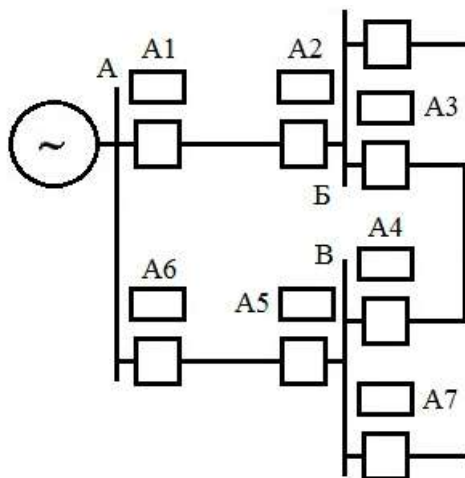

Рис. 3.3
5. В кольцевой сети, показанной на рис. 3.3, установлены максимальные токовые направленные защиты, имеющие следующие выдержки времени: t_1 – у защиты A1,
7. Кольцевая сеть с одним источником питания на рис. 3.3 имеет максимальную токовую направленную защиту. Для какой из защит А1–А8 при выборе тока срабатывания можно не учитывать коэффициент самозапуска?
10. В кольцевой сети, показанной на рис. 3.3, установлены максимальные токовые направленные защиты, имеющие следующие выдержки времени: t_1 – у защиты А1, t_2 – у защиты А2 и т. Выключатели имеют время отключения $t_{\text{ОВ}}$. Произошло КЗ на линии АБ вне зоны каскадного действия защит. С какой выдержкой времени было отключено КЗ?
11. Какие из комплектов А1–А6 максимальной токовой направленной защиты, установленной в кольцевой сети (рис. 3.3), можно выполнить без замедления?
15. В кольцевой сети, показанной на рис. 3.3, установлены максимальные токовые направленные защиты, имеющие следующие выдержки времени: t_1 – у защиты А1, t_2 – у защиты А2 и т.д. Выключатели имеют время отключения $t_{\text{ОВ}}$. Произошло КЗ на линии БВ в мертвой зоне реле направления мощности защиты А2. Каково будет поведение защит?
16. Какие из комплектов А1–А6 максимальной токовой направленной защиты, установленной в кольцевой сети (рис. 3.3), можно выполнить без пусковых органов?
19. В кольцевой сети, показанной на рис. 3.3, установлены максимальные токовые направленные защиты, имеющие следующие выдержки времени: t_1 – у защиты А1, t_2 – у защиты А2 и т.д. Выключатели имеют время отключения $t_{\text{ОВ}}$. Произошло КЗ на линии ВГ, а защита А7 отказала в действии (была неисправной)?
26. В сети, показанной на рис. 3.3, установлена максимальная токовая направленная защита. Почему нежелательно, чтобы один и тот же участок линии АБ одновременно входил в зону каскадного действия защит А1 и А2 и в мертвую зону реле направления мощности?
30. В кольцевой сети, показанной на рис. 3.3, установлены максимальные токовые направленные защиты. Какие из защит А1–А6 могут действовать каскадно и в каких точках сети могут возникать КЗ, приводящие к каскадному действию защит?